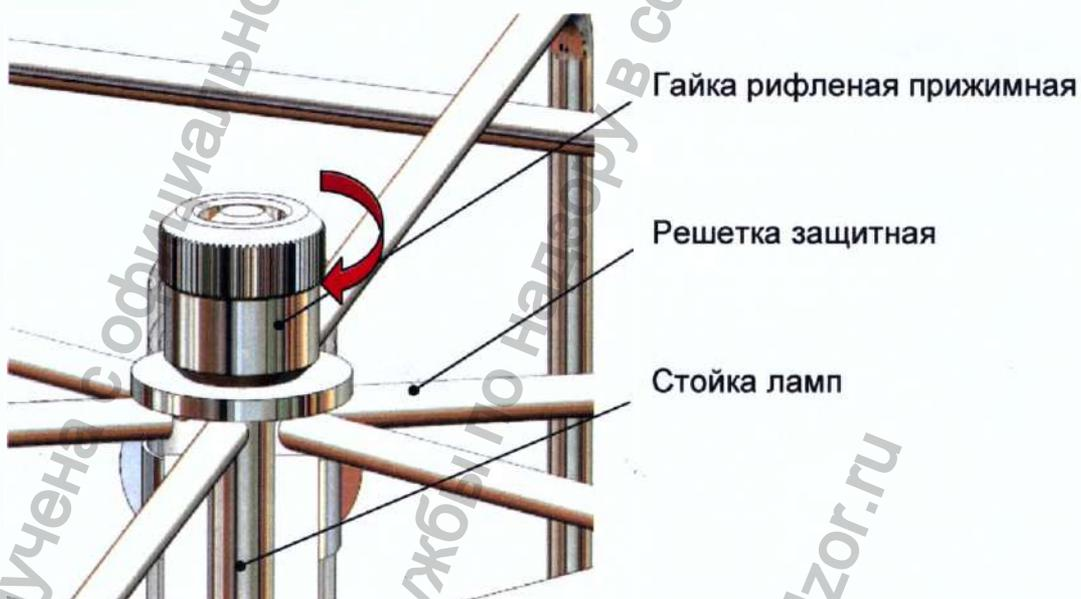

Рис. 23. Фиксация решётки защитной
6.8 Зафиксировать решетку защитную гайкой рифлёной прижимной (рис. 23). Гайку закручивать вручную, без применения инструмента, до контакта с решёткой. При транспортировке гайка рифлёная прижимная зафиксирована на стойке ламп.
- Установить решетку защитную, зафиксировав ее прижимной гайкой (п.6.7 рис. 22 и п.6.8 рис. 23).
- Установить решетку защитную, зафиксировав ее прижимной рифлёной гайкой (п.6.7 рис. 22 и п.6.8 рис. 23).
- Слегка прижать решетку к панели, закрутив гайку рифленую прижимную рис. 23.